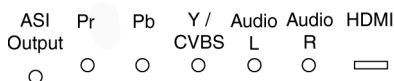

Bild 2: Anschlüsse der X-A/V QAM Steckkarte
1. Verbinden Sie einen der Eingänge der Steckkarte mit einem entsprechenden Kabel. Zur Auswahl stehen die Anschlüsse HDMI, Audio (L/R) und YPbPr oder CVBS(vgl. Bild 2, oben).